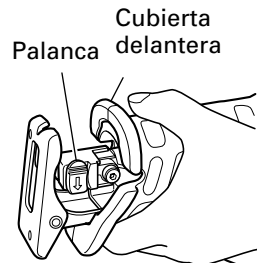

Fig. 2
- (1) Conecte y desconecte varias veces el gatillo interruptor de manera que la palanca pueda salir completamente de la cubierta delantera. Seguidamente, desconecte el interruptor y desenchufe el cable de alimentación. (Fig. 2)
- No desmonte la cubierta delantera (consulte la Fig. 2).